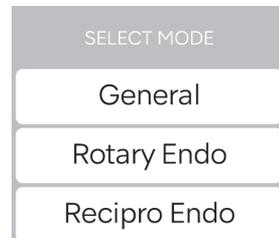

Figure 6.
2. Toucher  General passe à l'écran SELECT MODE (Figure 6).
3. Sélectionnez l'une des fonctions en fonction de votre objectif de traitement (Figure 6).